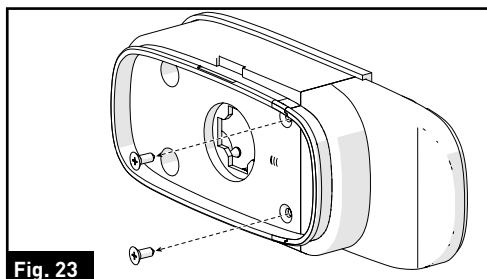

Fig. 23
3. Retirez les deux vis qui retiennent la partie décorative à l'aide d'un tournevis cruciforme et mettez-les de côté. (Fig. 23)